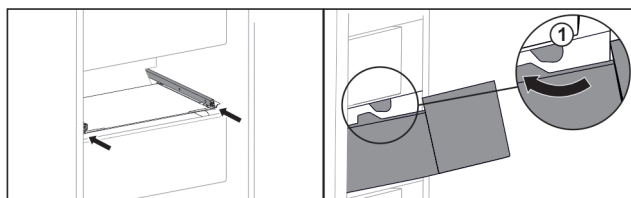

Fig. 125
- ▶ Prevedte zásuvku okolo zárážok Fig. 125 (1).